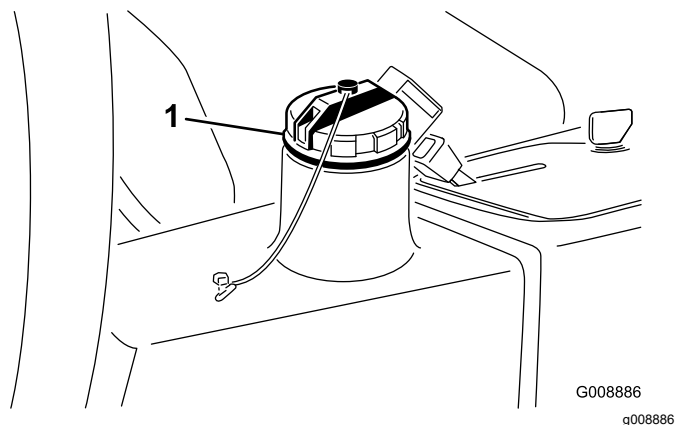

Bild 81
4. Füllen Sie den Behälter (Bild 81) mit ca. 13,2 Liter Hydrauliköl, siehe Prüfen der Hydraulikanlage \(Seite 25\).